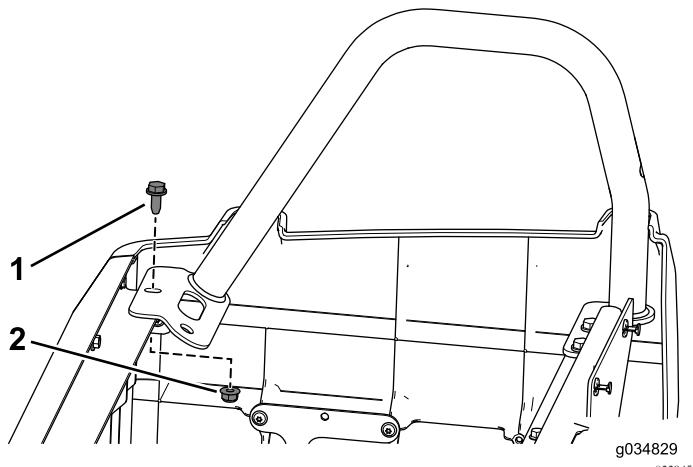

Figure 50
1. Avec le boulon à embase (3/16" x 3/4") et l'écrou à embase retirés précédemment, fixez le dispositif de retenue du bassin arrière droit à la base de siège arrière (Figure 50).